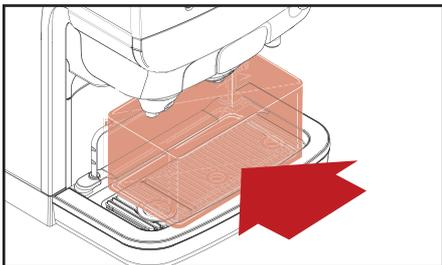

Fig. 5.7 - Colocar o recipiente
8. Coloque o recipiente (fig. 5.7) sob as saídas do produto e prima para iniciar a descarga de lavagem.
- 8. Coloque o recipiente (fig. 5.7) sob as saídas do produto e prima ← para iniciar a descarga de lavagem.